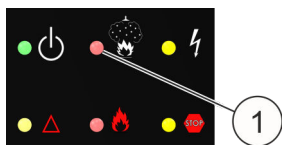

Abb. 23: LED "Löschanlage angesteuert"
32. ▶ Kontrollieren, ob die LED "Löschanlage angesteuert" (Abb. 23/1) nicht leuchtet.